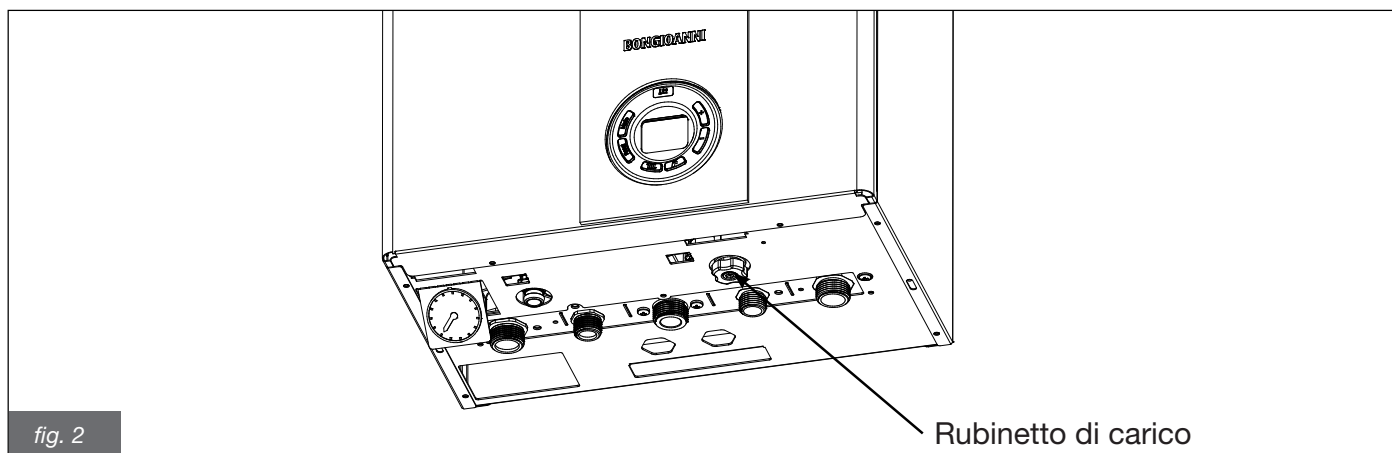

fig. 2
Nel caso dovesse lampeggiare l'errore **E02** di blocco per pressione impianto insufficiente provvedere al riempimento dell'impianto agendo sul rubinetto di carico in fig. 2 (per i modelli SV il rubinetto è posto sul tubo di ingresso acqua fredda).
- ruotare la manopola del rubinetto di carico (fig. 2) in senso antiorario per permettere l'ingresso dell'acqua in caldaia;